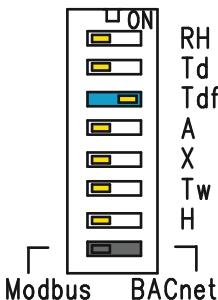

図 82 HMD65 の DIP スイッチの例: T_{df} 出力を選択中
HMD65 の RH チャネルに出力される湿度パラメーターを、基板の DIP スイッチで変更できます。変換器で出力するパラメーターを選択するには、そのパラメーターの DIP スイッチを右 (ON) にスライドさせます。図 82 (ページ 127) の例において、選択されている出力パラメーターは露点/霜点温度 (T_{df}) です。その他の DIP スイッチは OFF の位置 (左) のままにします。